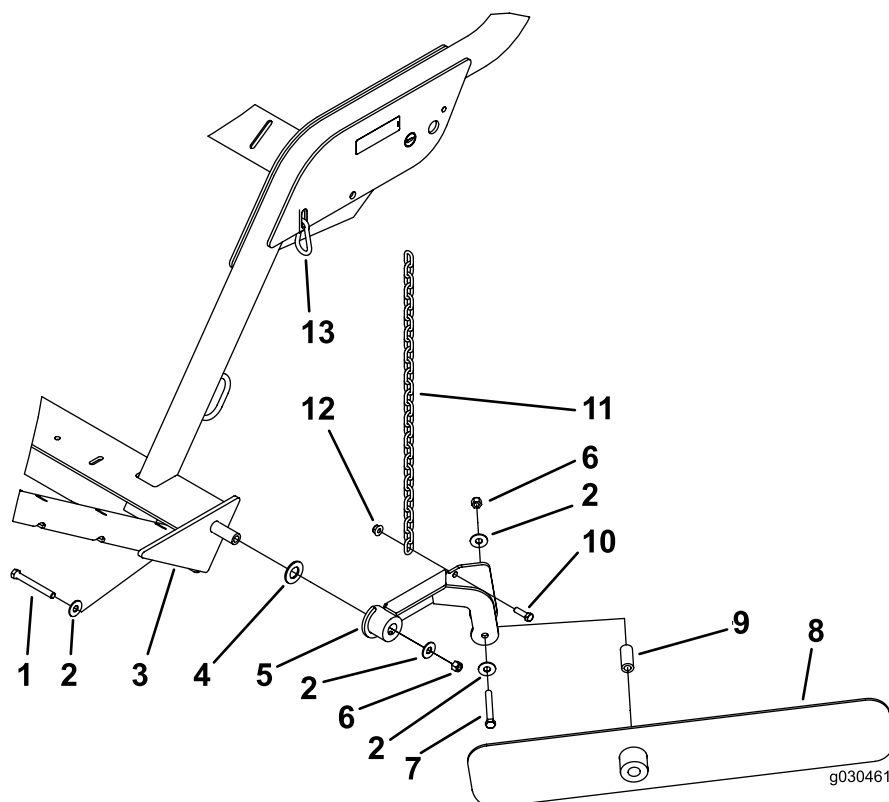

Figura 15
Nota: Coloque los componentes según se muestra en Figura 15.
2. Sujete el deflector al conjunto de montaje con un perno (7/16" x 3/4"), 2 arandelas planas, un espaciador y una contratuercas (7/16"). Monte los componentes tal y como se muestra en Figura 15.
3. Fije la cadena al conjunto de montaje del deflector con un perno (3/8 x 1¼") y una tuerca con arandela prensada (3/8") (Figura 15).
4. Fije el otro extremo de la cadena a la ranura del bastidor con el mosquetón (Figura 15).